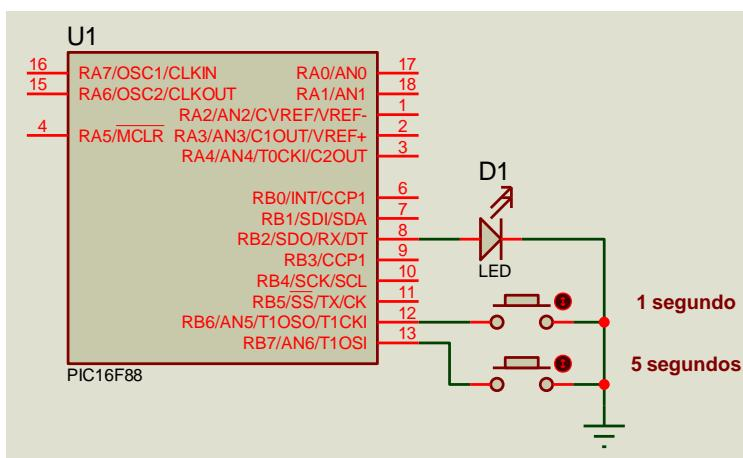

Figura 7.7 Circuito del problema RB2.c
**RB2.c:** Un LED conectado a la línea RB2 se enciende durante 5 s cuando pulse RB7 y durante 1 s cuando pulse RB6 (figura 7.7).